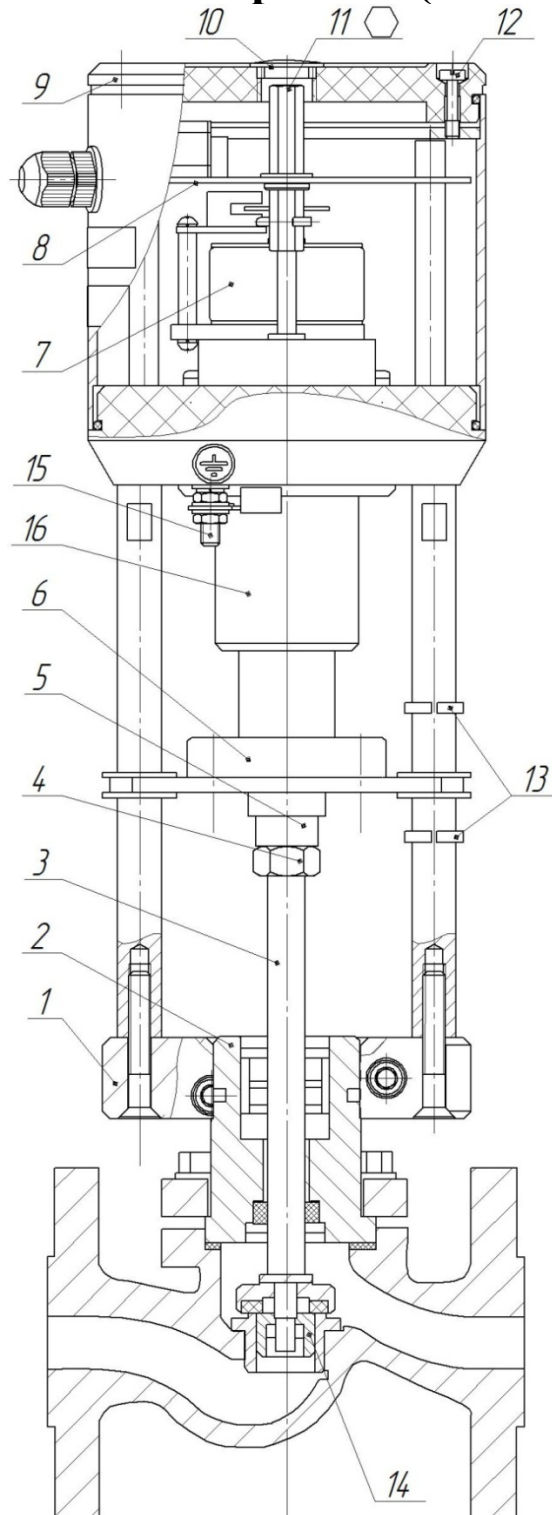

Рисунок 1 – Привод исполнения
3.5.4 В обязательном порядке выполнять подключение корпуса привода (контакт поз.15, Рисунок 1) к защитному заземлению при подключении привода к цепям 220В.
3.7.1 Механизм ЭП смазан и не требует обслуживания. В случае интенсивной эксплуатации (осуществление частых перемещений шпинделя) ЭП, рекомендуется производить периодическое смазывание (раз в год) пары ходового винта и гайки, расположенных под кожухом (см. поз. 16, рисунок 1). Кожух сдвигается вручную. Перед нанесением смазки старую смазку удалить. Для смазывания использовать смазку Gazpromneft Grease LX EP 2, либо аналог.